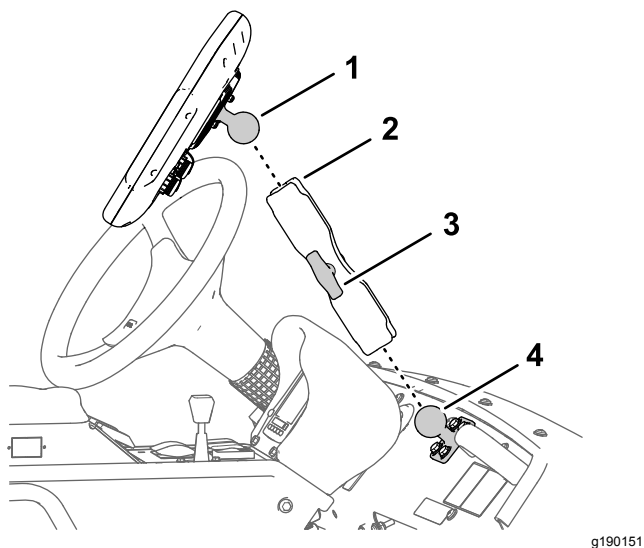

Рисунок 131
3. Ослабьте ручку стойки монитора так, чтобы можно было ввести в гнезда стойки монитора оба шаровых шарнира – для крепления стойки к задней части монитора и к приборной панели (Рисунок 131).
4. Находясь на сиденье водителя (левом сиденье), отрегулируйте положение монитора опрыскивателя так, чтобы было хорошо видно экран дисплея (Рисунок 131).
5. Затяните ручку стойки монитора от руки (Рисунок 131).